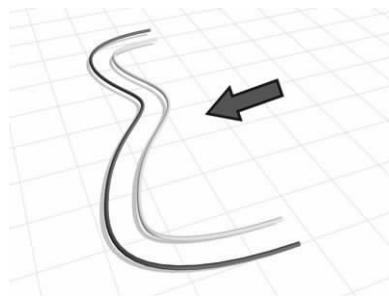

图 5-64 创建偏移曲线▲
- ③(创建偏移曲线):从父曲线的法线方向偏移出新的从属曲线,如图 5-64 所示。